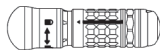

Figura 4
4. Para insertar el perforador craneal, tire hacia atrás del manguito de bloqueo en el extremo distal del accesorio, inserte el perforador craneal hasta que esté completamente asentado y suelte el manguito de bloqueo (figura 4).